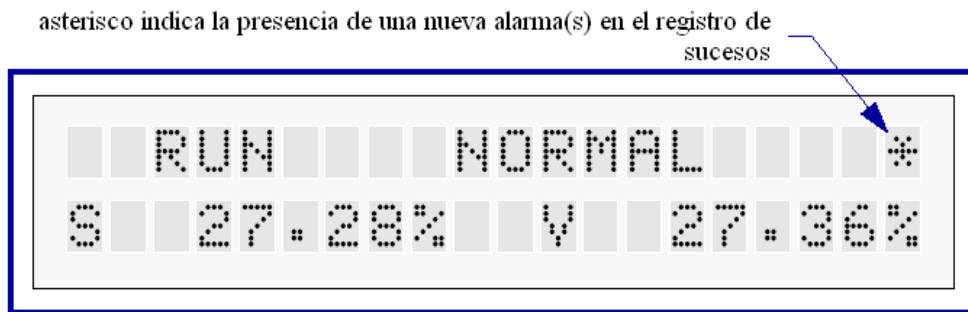

Figura 2.13 Modo normal RUN de LCD display (Fuente: Rotary fuel valve and position controller for gas turbines)
Cuando el controlador está en modo RUN, el display LCD muestra el estado del controlador en la línea superior y el actual punto de ajuste (S) y posición (V) de la válvula en la línea de abajo. Durante una operación normal el display aparecerá como se muestra en la Figura 2.13.